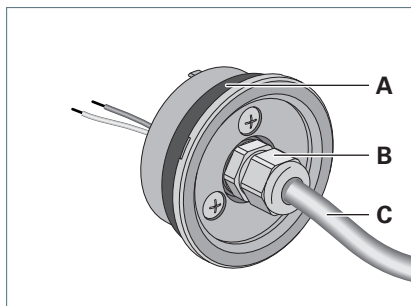

Fig. 3: Apparecchio tubolare RL70.
- ▶ Far passare il cavo attraverso il pressacavo **B**, vedi Fig. 3.